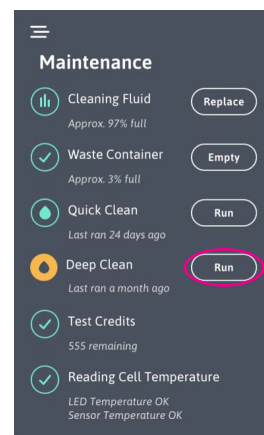

Figura 38
1. Prima o botão “Executar” Limpeza Profunda no submenu de Manutenção para iniciar uma Limpeza Profunda (Figura 38). O analisador verifica se há volume suficiente no frasco e avisa para substituir se for insuficiente. Se o volume for suficiente, o analisador irá notificar o utilizador para que insira a Solução de Limpeza.